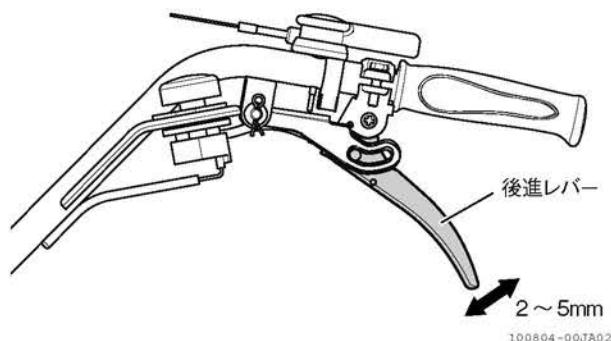

図4-28 後進レバーの点検のしかた
3. 後進レバーを握らない状態で、後進レバー端に2mm～5mm程度の遊びがあることを確認します。(図4-28)